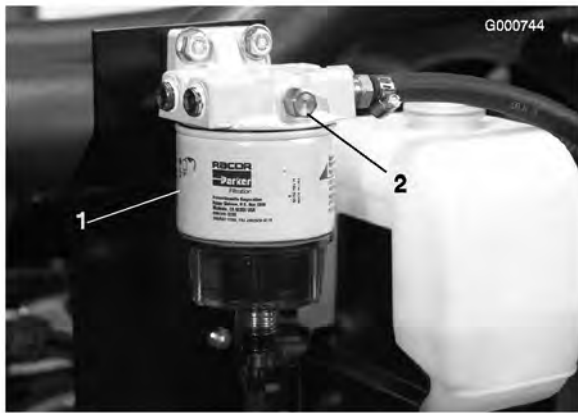

図 23
3. 燃料フィルタ・水セパレータ (図 23) のエア抜きプラグを開ける。